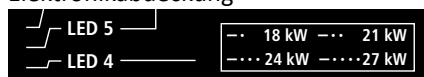

Abb. 3.1
- a. Alle drei LEDs leuchten für ca. 0,5 Sekunden (Abb. 3.1)
Zur Kontrolle der maximalen Geräteleistung können sie kurz die beiden Stifte mit einem isolierten Schraubendreher überbrücken (Abb. 1a). Anschließend wird die eingestellte Leistung am angeschlossenen Bedienfeld und von LED 4 in der Elektronikabdeckung blinkend angezeigt. (Abb. 3.1 und 3.2).